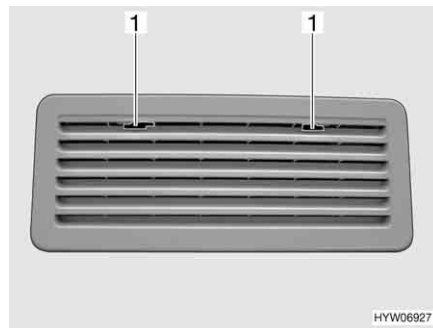

Bild 150 Kylskåpets ventilationsgaller
- Skjut spärren (Bild 150,1) till mitten.